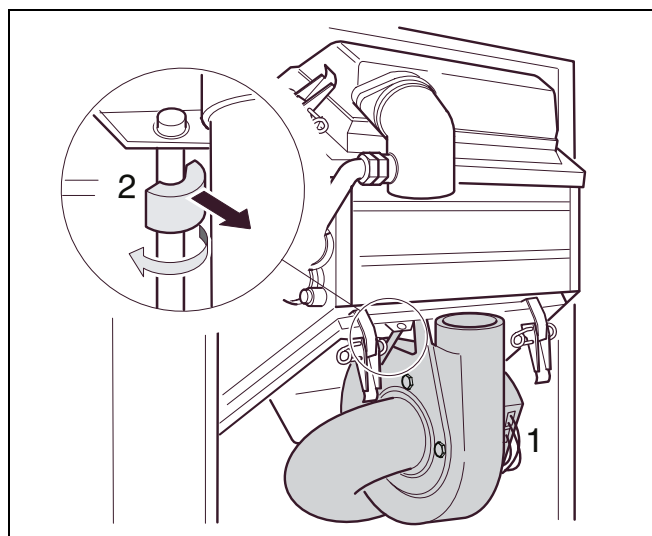

Abb. 30 Haltesicherungen entfernen
- Stecker am Gebläse abziehen (Abb. 30, Pos. 1).
- Haltesicherung am Gebläse drehen und herausziehen (Abb. 30, Pos. 2).